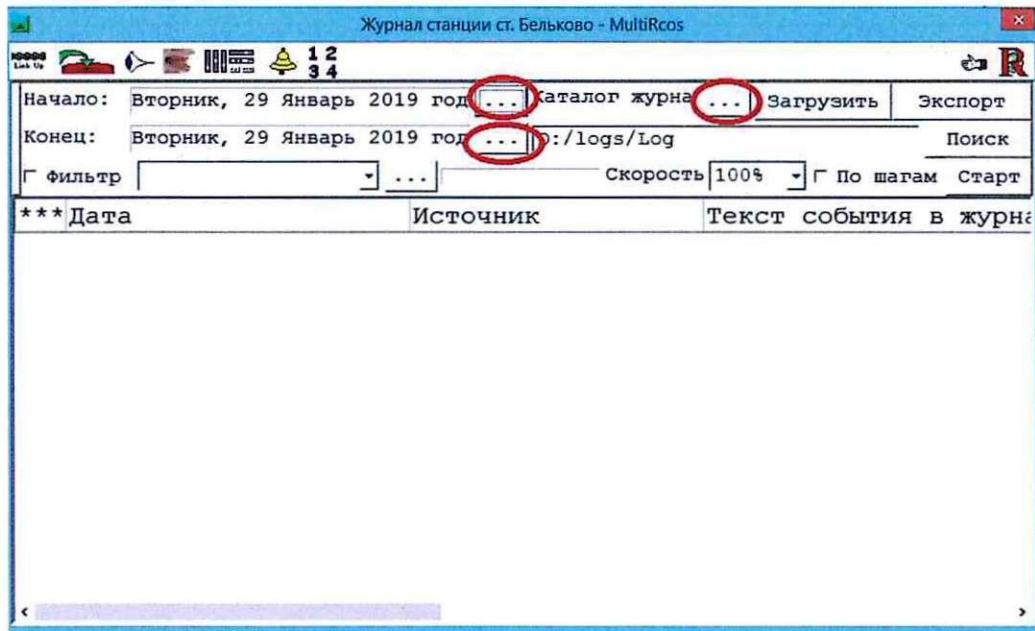

Рисунок 2. Окно для загрузки журнала.
7.1.2 Для загрузки сохраненного журнала необходимо установить три значения: время начала выборки, время окончания выборки, и каталог, в котором хранятся журналы (Рисунок 2).